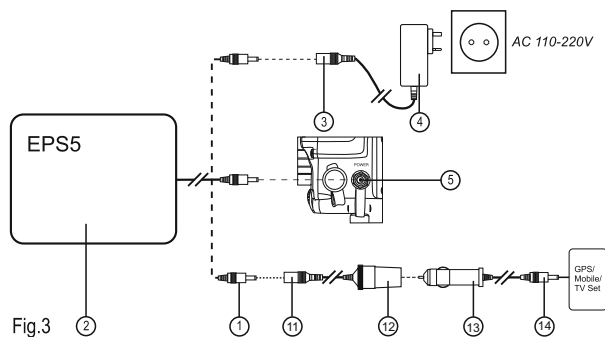

Fig.3
- Brancher la fiche (1) de l'AER au connecteur (11) de l'adaptateur.
- Brancher la fiche (13) de l'adaptateur allume-cigare du périphérique au connecteur (12) de l'adaptateur (Fig.3).
- Brancher la deuxième fiche (14) de l'adaptateur allume-cigare à l'appareil périphérique.